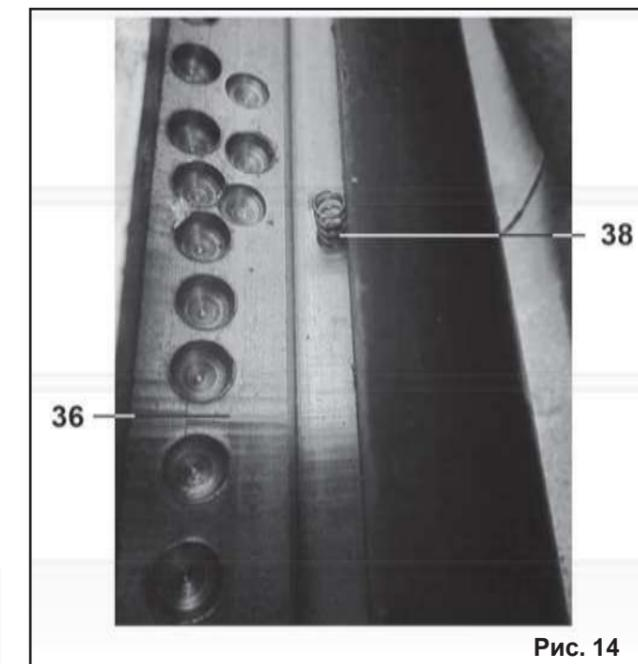

Рис. 14
10.3.3. Строгальные ножи (37) устанавливаются в строгальном вале (36) на две пружины (38), расположенные по краям вала (Рис. 14).